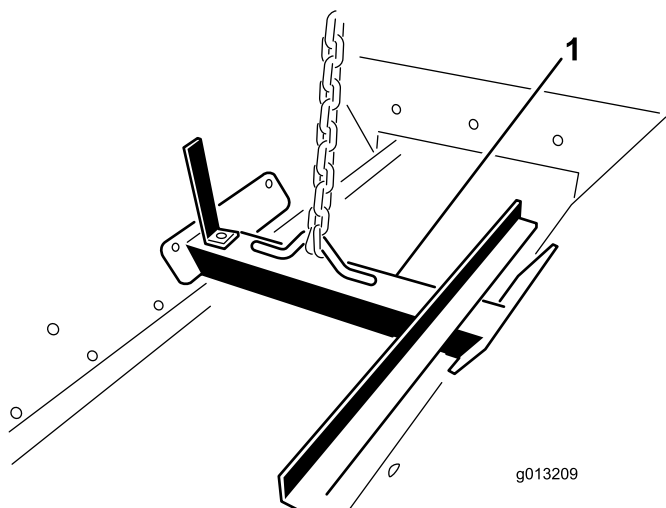

Figura 16
1. Ataai un dispozitiv de ridicare la suportul de ridicare fixat cu uruburi în interiorul ansamblului buncărului de alimentare (Figura 16).